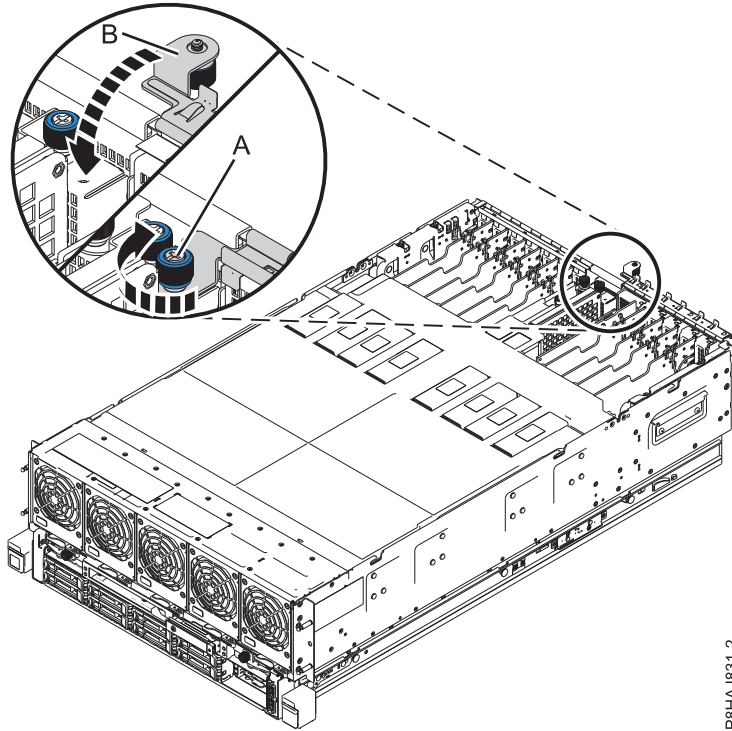

Figura 44. Cierre del pestillo de E/S
2. Cierre el pestillo de acceso de servicio (**B**) empujándolo hacia el chasis tal como muestra la Figura 44 en la página 55.